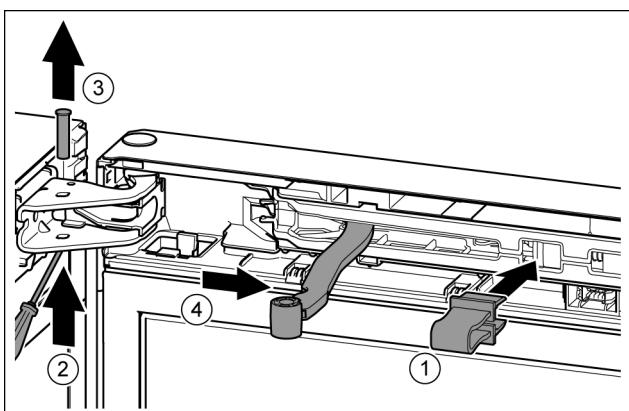

Fig. 13
- Sicherung in Öffnung einrasten. Fig. 13 (1)
- Bolzen mit Schraubendreher herausschieben. Fig. 13 (2)
- Bolzen nach oben herausnehmen. Fig. 13 (3)
- Gelenk in Richtung Tür drehen. Fig. 13 (4)